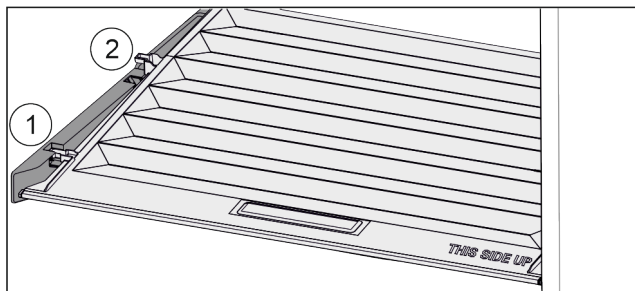

Fig. 35
- ▶ 将盖子向前拉 Fig. 35 (1)至定位件开口。
- ▶ 从下方抬起后端并向上将其移出 Fig. 35 (2)。